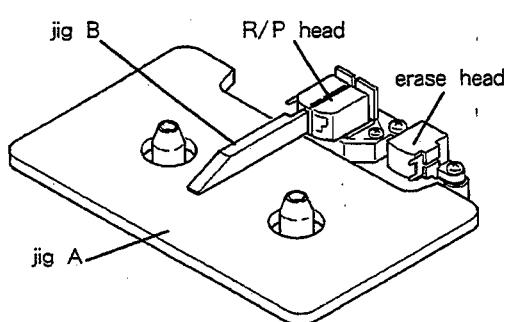
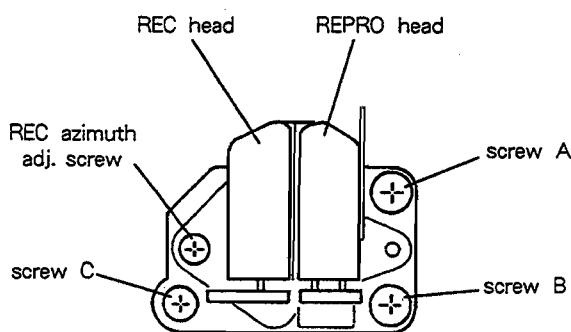

Fig. 2-3
Fig. 2-4
- 3). As with the erase head, confirm using jig B; for adjustment, use height adjustment screw A (Fig. 2-4).
- 4). As shown in Fig. 2-3, place jig B against the head in order to confirm the tilt. Perform tilt adjustment with screw B (Fig. 2-4) so that the head is at right angles with respect to jig B.
- 7). Play back the 10 kHz signal on test tape MTT-256, then adjust playback azimuth adjustment screw C (Fig. 2-4) so that the phase difference between L and R channels is 0° .
- 3). 消去ヘッドと同様に治具Bで確認し、調整は高さ調整ネジA (図2-4) により行う。
- 4). 図2-3のように治具Bをヘッドに当ててチルトを確認し、ヘッドが治具Bに対して垂直になるようにチルト調整ネジB (図2-4) で調整する。
- 7). テスト・テープMTT-256の10kHzを再生して、LchとRchの位相差が 0° になるように再生アジャス調整ネジC (図2-4) で調整する。